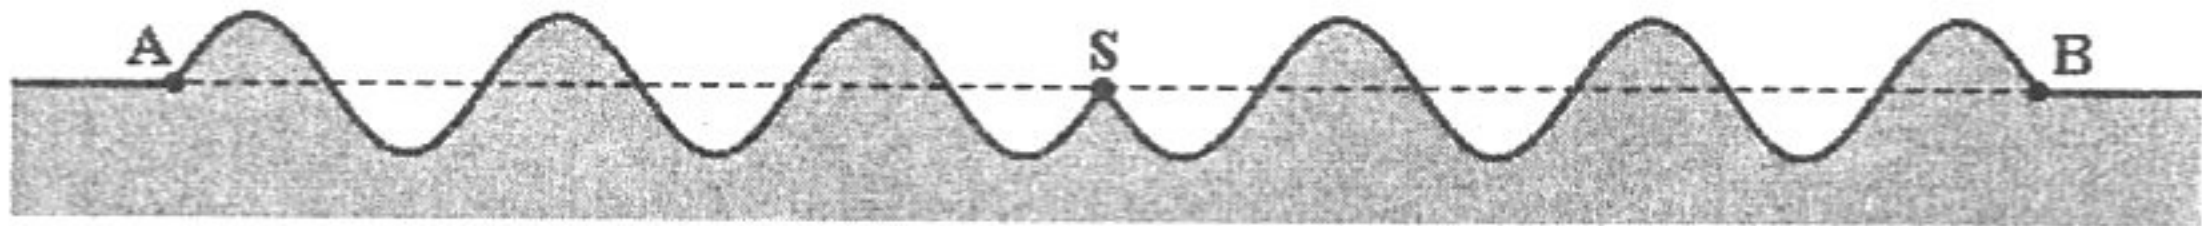

figure 7
- 2- La courbe de la **figure 7** représente une coupe de la surface de l'eau par un plan vertical passant par S à un instant  $t_1$ . A cet instant, l'élongation de S est nulle.
- b- En exploitant la courbe de la **figure 7**, déterminer la valeur de  $\lambda$ . En déduire celle de la célérité  $v$  de l'onde.